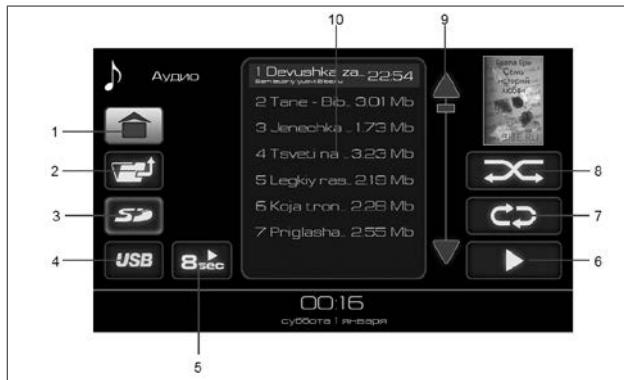
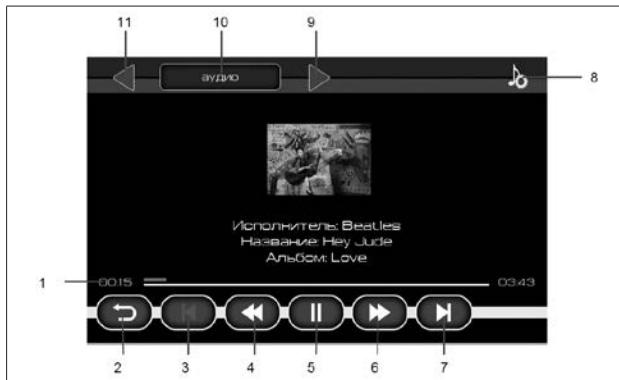

Рис. 4. Окно списка аудиофайлов
Рис. 5. Окно проигрывания аудиофайлов
Доступные для воспроизведения аудиофайлы и папки отображаются в списке (10) (рис. 4). Двойное нажатие на изображение папки отобразит список аудиофайлов в этой папке. Для выхода из папки нужно нажать кнопку 1 (рис. 4).
включения режима повторного воспроизведения (кнопка 7, рис. 4);
– либо нажатие на кнопку воспроизведения аудиофайлов (кнопка 6, рис. 4) позволяет воспроизвести все аудиофайлы, находящиеся в списке (10) (рис. 4);
– либо выбор папки одиночным нажатием на изображение папки в списке (10) на рис. 5, а затем нажатие кнопки воспроизведения аудиофайлов (кнопка 6, рис. 4) позволяет воспроизвести все аудиофайлы, находящиеся в выбранной папке, и во всех вложенных в нее папках.
Для остановки воспроизведения нажмите кнопку 5 (рис. 5). Если при воспроизведении аудиофайла нажать на кнопку «Пауза» (кнопка 5, рис. 5), а затем нажать на кнопку возврата (кнопка 2, рис. 5), то происходит переход в главное меню, и в кнопке «Аудио» (кнопка 4, рис. 2) появляется индикатор паузы (индикатор 8, рис. 2). Этот режим позволяет вернуться к воспроизведению аудиофайла с того места, где была поставлена пауза.